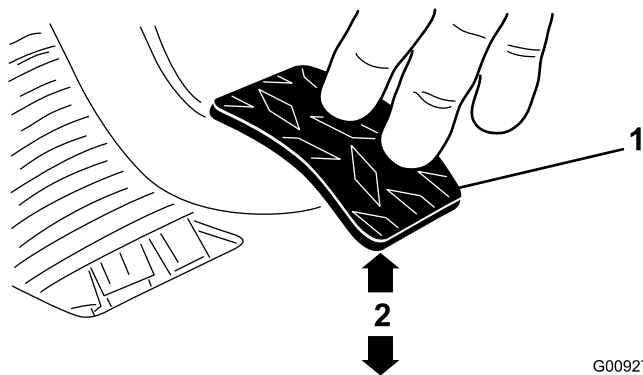

Рисунок 70
3. Регулируйте зажимные гайки или шарнир до тех пор, пока нижняя сторона задней кромки педали сцепления не будет находиться на расстоянии $9,5 \pm 0,3$ см от верха доски пола с ромбовидным рисунком, когда к педали прикладывается усилие 1,8 кг (Рисунок 70).